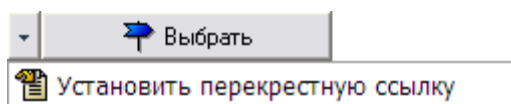

Рис. 5.47
5. В выпадающем меню выберите единственный пункт **Установить перекрестную ссылку** (Рис. 5.47).